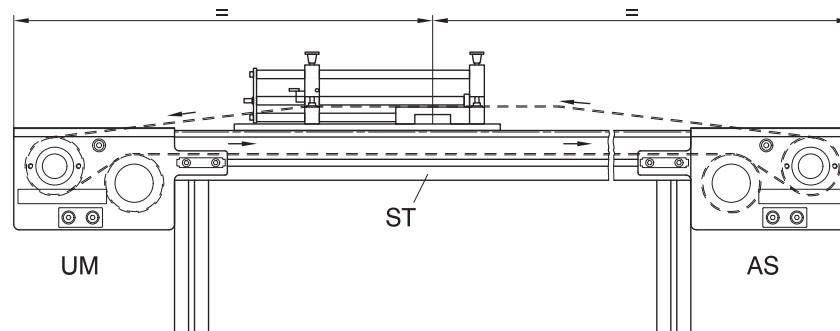

Fig. 6 / Rys. 6
- > Achten Sie beim Spannen darauf, daß der Spannvorgang in der Mitte der Strecke ST durchgeführt wird (Fig. 6) und die Gurte mittig auf den Umlenkrollen von AS und UM liegen!
- > Podczas napinania należy uważać na to, aby było wykonywane na środku przenośnika ST (rys.6), a pasy leżały po środku na rolkach nawrotnych AS i UM!